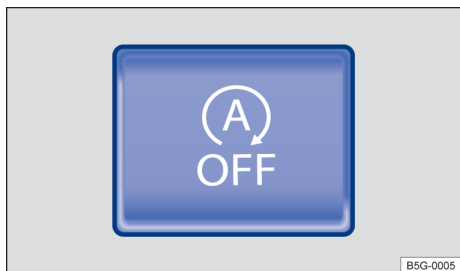

Fig. 102 Na parte inferior do console central: botão do sistema Start-Stop.
- Pressionar o botão  no console central → Fig. 102 para desativar o sistema. Com o sistema Start-Stop desativado, a luz de controle se acende no botão.
- Pressionar mais uma vez o botão  no console central → Fig. 102 para ativar novamente o sistema.